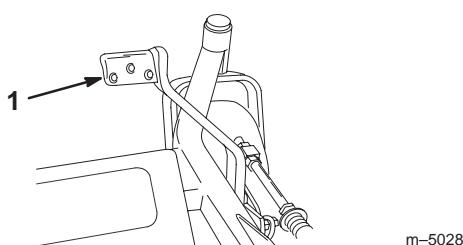

Bild 17
2. Drücken Sie den gefederten Hebel und ziehen Sie den Schnitthöhenhebel nach oben (Bild 17).